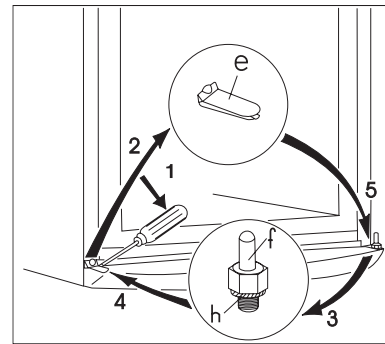

Abb. 3
- Untere Abdeckung (e) und Scharnierbolzen (f) mit Unterlegscheibe (h) umsetzen (Abb. 3).